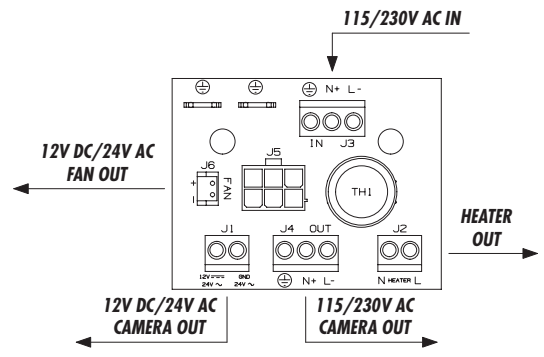

Fig. 6
- Der sechspolige Kabelstecker des Netzteils wird in die zugehörige, mit J5 bezeichnete Buchse auf der Trägerschaltung eingefügt (Fig. 6).
2. Die elektrischen Anschlüsse für den Betrieb der Kühlanlage an der Klemme J3 vornehmen (Fig. 6).
3. Im Schaltkreis besteht die Möglichkeit, die Speisung für eine Videokamera an der Klemme mit der Bezeichnung J4 abzugreifen (Fig. 6). Man kann auch die Speisung für die als Extra erhältliche Beheizungsanlage abgreifen, die Klemme ist mit J3 gekennzeichnet (Fig. 6). Siehe hierzu den Abschnitt zur "Installation der Heizung".